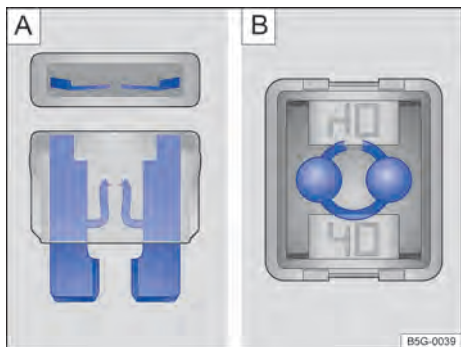

Fig. 172 Fusível queimado: A: fusível plano, B: fusível de bloqueio.
- Um *fusível plano* (ATO®, MINI®) queimado é reconhecido de cima ou de lado pela carcaça transparente nas faixas metálicas derretidas ⇒ Fig. 172 A.
- Um *fusível de bloqueio* (JCASE®) queimado é reconhecido pelas faixas metálicas derretidas por cima da carcaça transparente ⇒ Fig. 172 B.